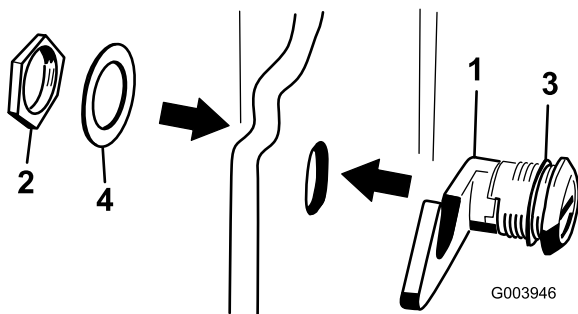

図 19
3. フードラッチ・アセンブリからナットを取り外す (図 19)。